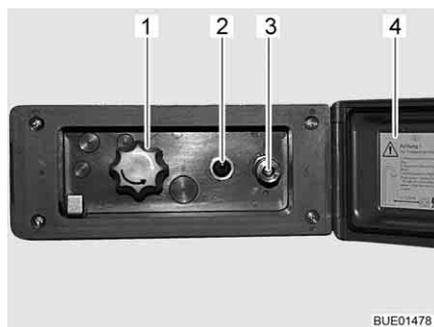

Fig. 155 Raccordo doccia esterno
- Sganciare ed aprire il coperchio (Fig. 155,4).
- Collegare il tubo flessibile della doccia esterna alla chiusura rapida (Fig. 155,3).
- Accendere la pompa dell'acqua con l'interruttore (Fig. 155,2).
- Regolare la temperatura dell'acqua ai gradi desiderati mediante la manopola (Fig. 155,1).
- Spegner la pompa dell'acqua con l'interruttore (Fig. 155,2).
- Chiudere il coperchio (Fig. 155,4) e bloccarlo con la chiave.
- Ruotare la manopola (Fig. 155,1) sulla posizione centrale.